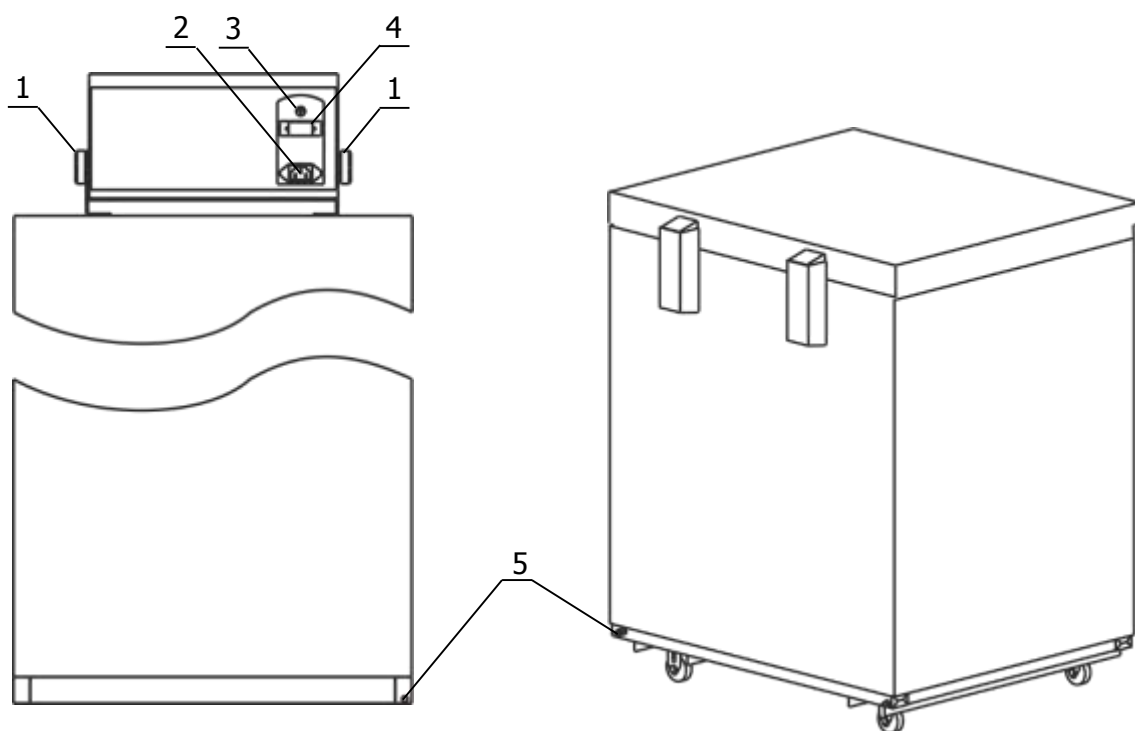

Рисунок 3 — Задний вид термостатов ТСВ-01 (слева) и ТСВ-02 (справа)
2.2.3 При установке термостата в помещении с синтетическим напольным покрытием необходимо соединить медным проводом винт 5, находящийся в основании термостата (рисунок 3), с контуром заземления лабораторного помещения.
2.2.4 Для подключения термостата ТСВ-01 блок регулирования температуры установить в вертикальное положение и зафиксировать его, вращая по часовой стрелке ручки 1 (рисунок 3). Подключить сетевой кабель к разъему 2, кабель датчика температуры к разъему 3, а кабель связи холодильной машины к разъему 4 блока регулирования температуры.